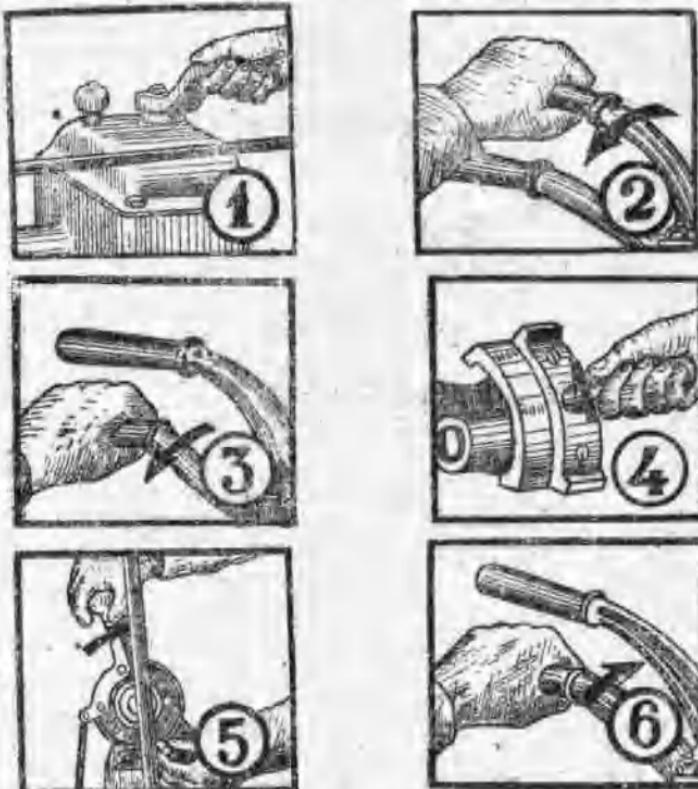

图3 主发动机的起动
(3) 起动机开始工作后，须将磁石发电机点火调整杆搬往提早发火位置。取出拖把将调整器杆用定转钩来勾住，利用低速运转，使起动机得到预温。
(4) 起动机在空转时所起的作用，是使起动机之润滑油能充分润滑起动机各部机件，并能将主发动机
后，仍須将把手推至高速位置如图3，①所示。
(2) 将起动机驱动小齿轮连接于飞轮齿上。再将离合器把手向外拉，再连接起动机离合器如图3，②、③所示。
(3) 起动机起动开始后，以正常速度带动主发动机，然后再将汽门开闭杆搬在中间位置，等到发动机充分预温后，再将汽门开闭杆，由中间位置搬至关闭位置（拉杆向上）如图3，④所示，并开始加油。
(4) 为使主发动机大量加油，要拔出加速杆销子，从原位拉到半周，此时喷油泵即经过喷油嘴开始喷油，主发动
机就开动起来了。如果主发动机经过数转后仍不能爆发，则仍须将加速杆搬回不喷油位置，并重新继续加温，再起动如图3所示。
(5) 直到主发动机发动后，连接装置的驱动小齿轮即自动松开，为了安全起见，于开动主发动机后，必须立刻松开起动机离合器，如图3所示。
(6) 闭上起动机燃油箱开关，以便使化油器内剩余之燃油能继续使它转动，至起动机无油为止。然后断开点火开关。
(7) 主发动机先低速运转5~15分钟，再变为高速空转5分钟，待主发动机运转平稳后，才能连接负荷。